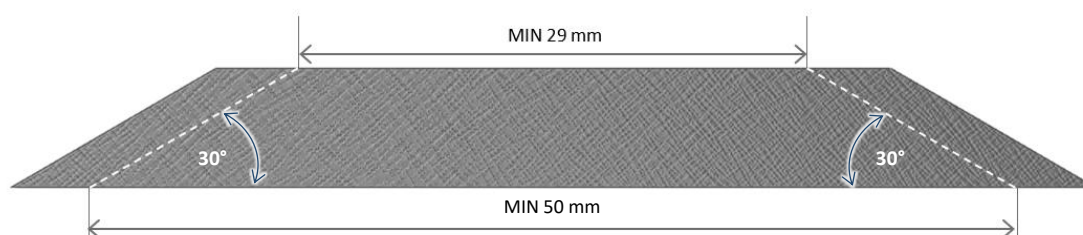
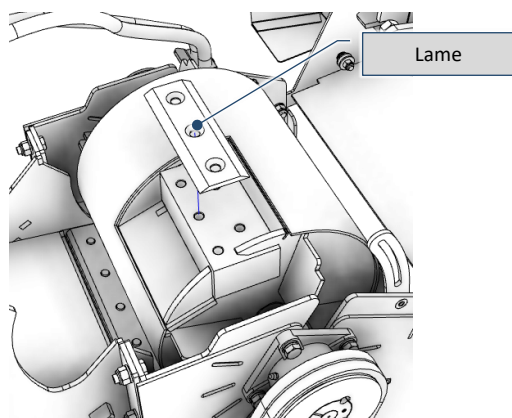

Fig. 9-25 – Affûtage de la lame
Fig. 9-30 – Retrait de la lame
OBLIGATION!: Les lames doivent être affûtées en retirant au maximum 2,5 mm par côté, en maintenant un angle d'affûtage de 30° (Fig. 9-25). La largeur des lames (après affûtage) doit être identique, avec une tolérance maximale de 0,5 mm entre elles.
- 5) Retirez la lame (Fig. 9-30) et procédez à son affûtage (Fig. 9-25);